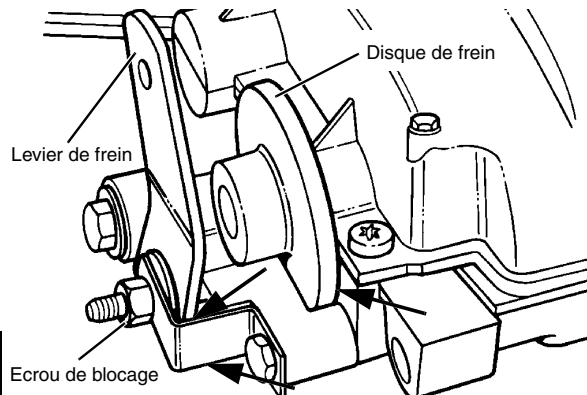

FIGURE 26
- Vérifier pour voir si le disque de frein est en contact avec le carter et/ou le levier de frein est en contact avec son étrier de montage en haut ou en bas (voir FIGURE 26). S'il y a contact remplacer les plaquettes de friction et le disque avant de procéder à tout réglage.